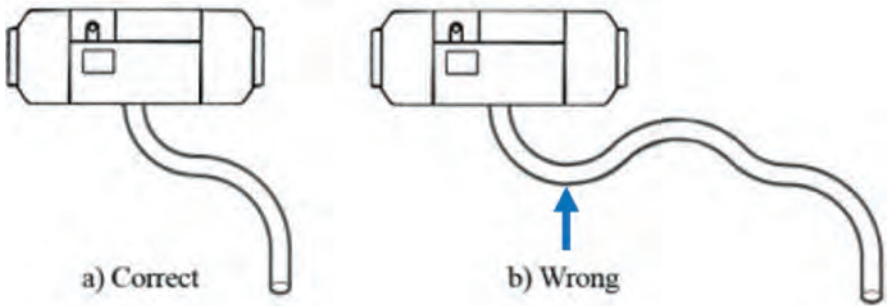

Fig. 26
- Installieren Sie das Rohr für die Verbrennungsluftzufuhr, sowie das Abgasrohr, ab dem Heizgerät mit einem kontinuierlichen Gefälle, damit Kondenswasser selbständig abfließen kann, Fig. 26.